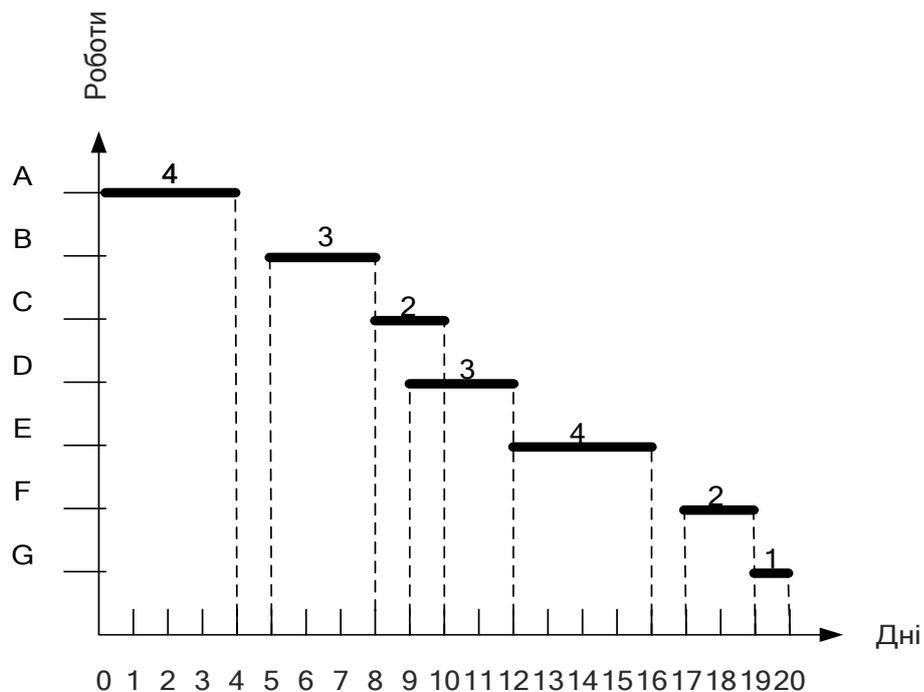

Рис. 1.34. Відображення робіт на діаграмі Гантта з урахуванням обмежень на терміни їх виконання
1. Побудуємо систему координат для діаграми Гантта, в якій по осі x відобразимо час в днях, по осі y – роботи. У завданні потрібно побудувати 7 робіт. Тому по осі y відкладемо 7 ділень (рис. 1.34). По осі x відкладемо 20 ділень.
Результати побудови діаграми Гантта представлені на рис. 1.34.